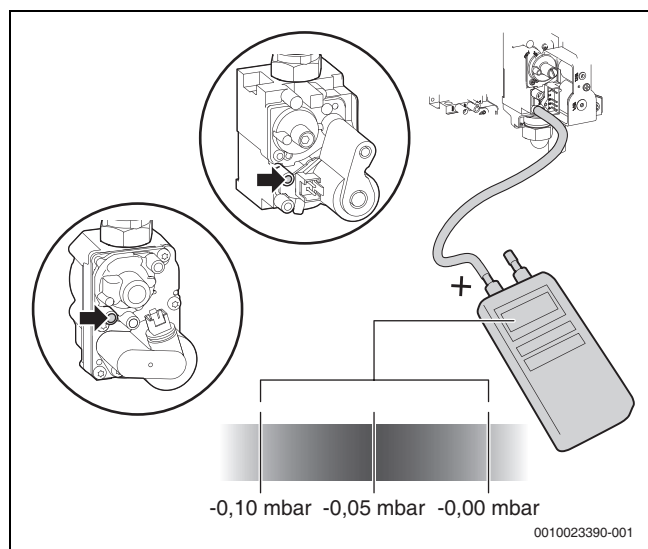

Fig. 38
- Misurare la pressione differenziale del rubinetto gas (→ fig. 38).